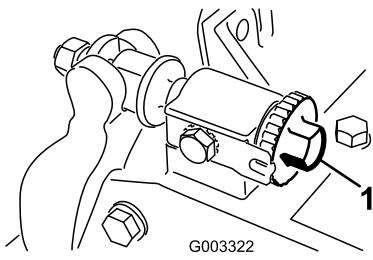

Figure 11
1. Placez le plateau de coupe sur une surface de travail plane et horizontale. Tournez les vis de réglage de la barre d'appui dans le sens antihoraire pour vérifier qu'elle ne touche pas le cylindre (Figure 11).
- Important:** Vérifiez que les écrous à l'arrière des vis de réglage de la contre-lame ne reposent pas sur la surface de travail (Figure 11).